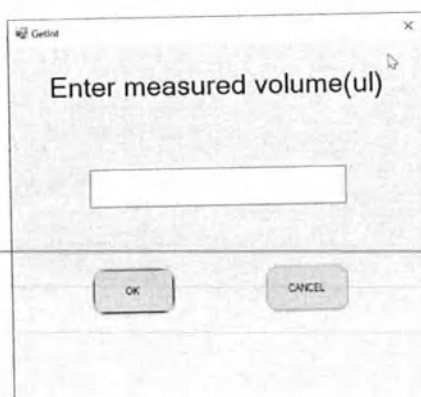

Рисунок 65
9.5.7.12 После дозирования зонд переместится в исходное положение, и появится всплывающее окно для ввода измеренного объема воды [Рисунок 65].